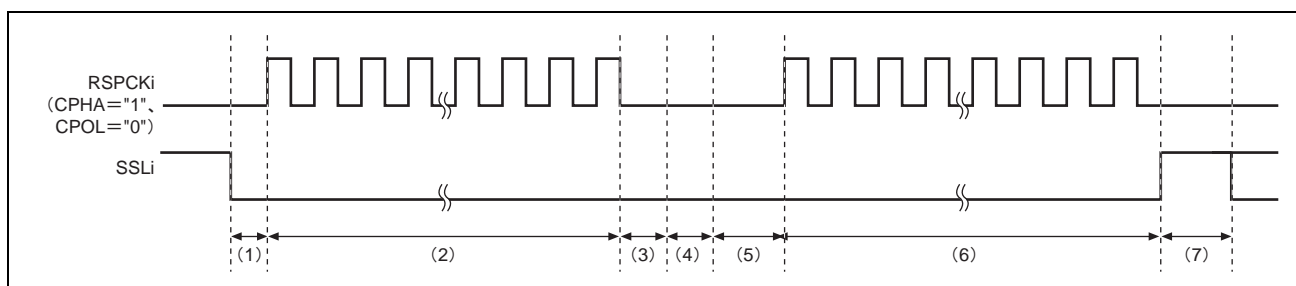

図 24.20 SSLKP ビットを利用したバースト転送動作の例
図 24.20 に、SPiCMD0 レジスタと SPiCMD1 レジスタの設定を使用してバースト転送を実現した場合の SSLi 信号動作例を示します。図 24.20 に記載した (1) ~ (7) の RSPIi 動作内容について、以下に説明します。なお、SSLi 出力信号の極性は、RSPIi スレーブセレクト極性レジスタ (SPiSSLP) の設定値に依存します。
SSLKP ビットに"1"を設定した SPiCMD レジスタでの SSLi 信号出力設定と、次転送で使用する SPiCMD レジスタでの SSLi 信号出力設定が異なる場合、RSPIi は次転送のコマンドに対応した SSLi 信号のアサート時(図 24.20 の (5) ) に SSLi 信号状態を切り替えます。このような SSLi 信号の切り替えが発生した場合、MISOi をドライブするスレーブが競合して信号レベルの衝突が発生する可能性があるので注意してください。